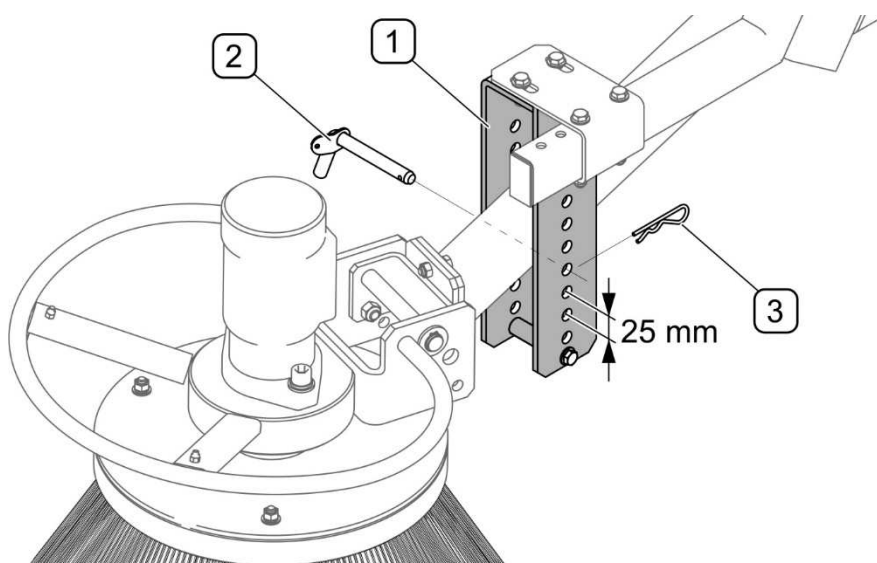

FIGURE 5.4 Réglage de pression de la brosse latérale
(1) - guidage du bras de la brosse; (2) - épinglette; (3) - goupille fendue de protection
Pour ajuster la pression de la brosse (FIGURE 5.4) il faut retirer la goupille fendue (3) et changer le trou de fixation de l'épinglette (2) sur le support (1) et protéger avec la goupille fendue (3).